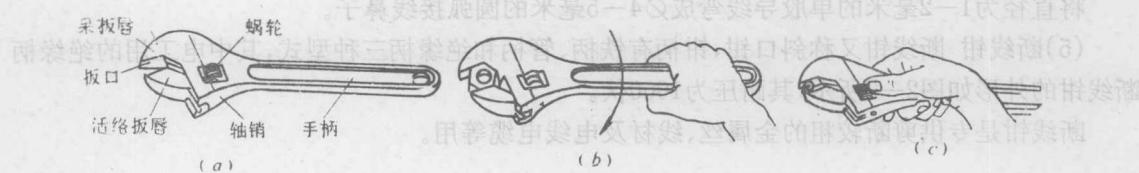

图2-12 活络扳手
1) 活络扳手的构造和规格 活络扳手由头部和柄部组成，头部由呆扳唇、呆扳唇、扳口、蜗轮和轴销等构成，如图2-12所示，旋动蜗轮可调节扳口的大小。规格是以长度×最大开口宽度(单位：毫米)来表示，电工常用的活络扳手 $150 \times 19$ (6")、 $200 \times 24$ (8")、 $250 \times 30$ (10")和 $300 \times 36$ (12")等四种。
① 扳动大螺母时，需用较大力矩，应用握在近柄尾处，如图2-12(b)所示。
② 扳动较小螺母时，需用力矩不大，但螺母过小易打滑，故手应握在接近头部的地方，如图2-12(c)所示，可随时调节蜗轮，收紧活络扳唇防止打滑。
③ 活络扳手不可反用，以免损坏活络扳唇，也不可用钢管接长手柄来施加较大的扳拧力矩。
④ 活络扳手不得当作撬棒和手锤使用。